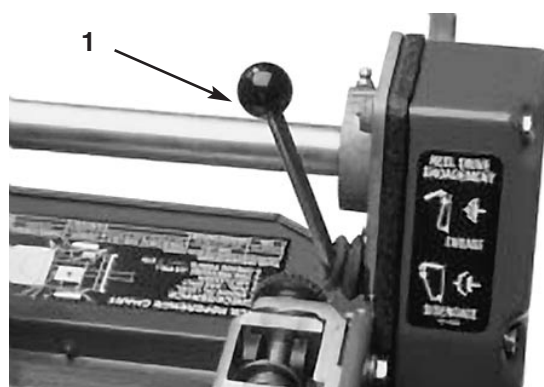

Fig. 14
**Levier d'engagement des cylindres** (Fig. 14)—situé à l'angle avant droit de la machine. Deux positions: ENGAGE (ENGAGEMENT) et DISENGAGE (DESENGAGEMENT). Tirer ou pousser le levier pour engager ou désengager le cylindre.
1. Vérifier que les leviers de traction (Fig. 13) et des cylindres (Fig. 14) sont à la position DISENGAGE.